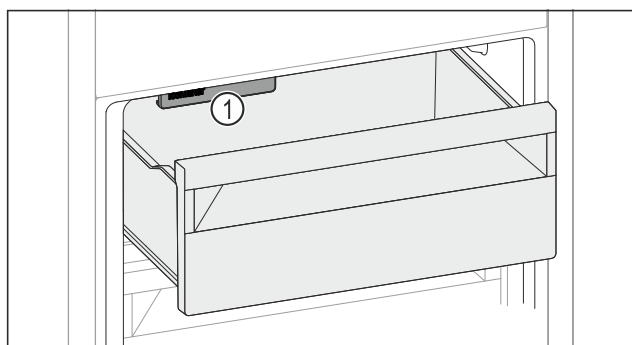

Fig. 46
- ▶ Tenez compte de l'IceMaker Fig. 46 (1).